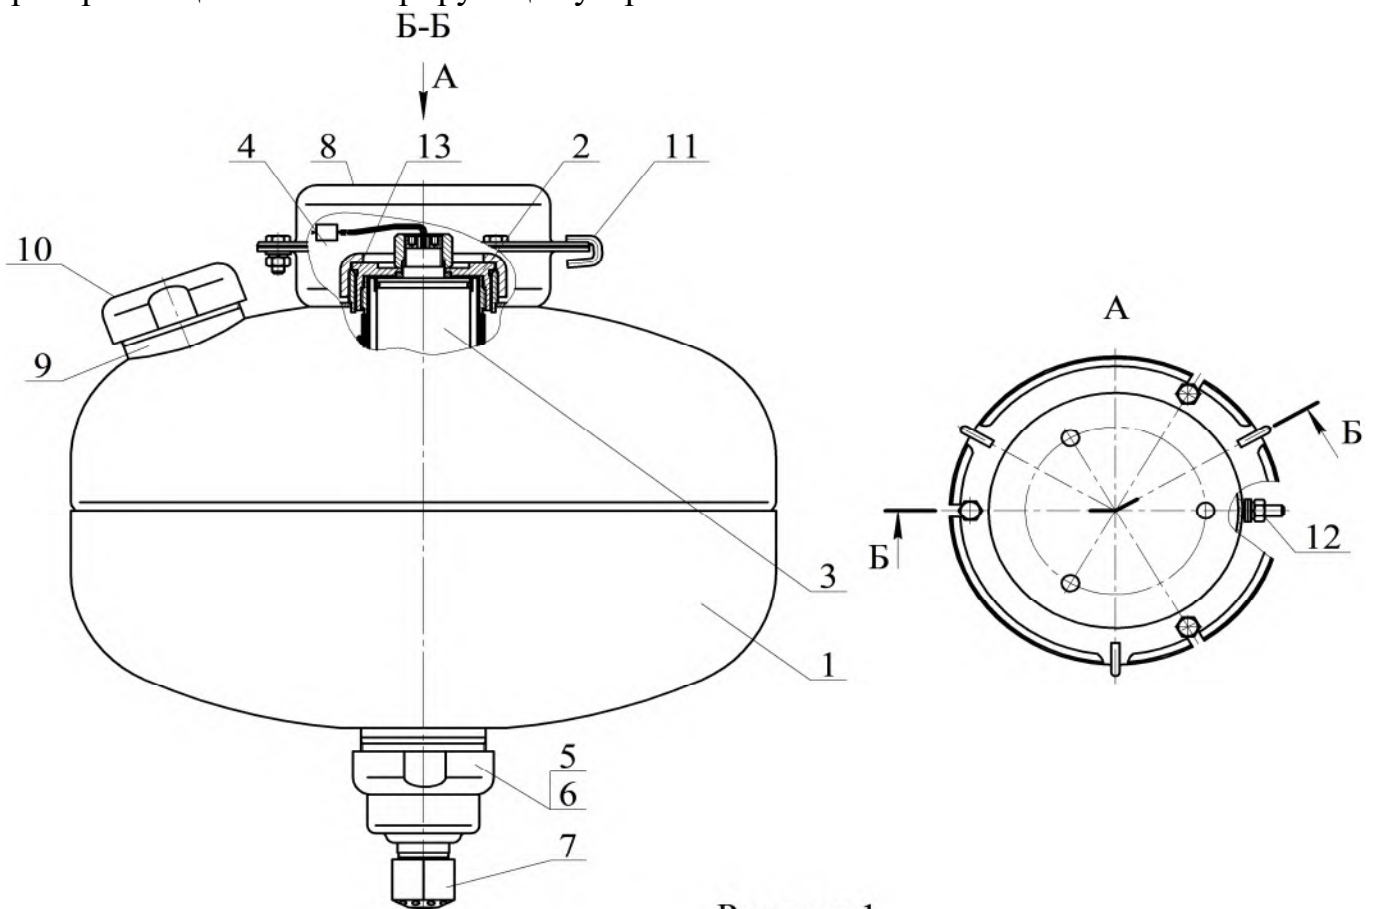

Рисунок 1
4.1.1 МУПТВ (см. рисунок 1) состоит из корпуса 1, заправленного ОТВ, в котором размещено газогенерирующее устройство 2.
После подачи электрического импульса на выводы элемента электропускового 4 (см. рисунок 1) ИХГ 3 генерирует газ, который создает давление внутри корпуса МУПТВ для вскрытия мембраны 5 и выпуска через насадок-распылитель 7 в зону горения тонкораспыленной струи ОТВ.
6.3 Закрепить кронштейн **8** (см. рисунок 1) на потолке. Координаты отверстий в кронштейне приведены на рисунке 6.
6.5.1 Подготовка ОТВ для МУПТВ-13,5-ГЗ-ВД( $t^{\circ}\text{C} = +5_{\text{п}}$ ): залить в отверстие верхней горловины **9** (см. рисунок 1) воды по ГОСТ 6709-72, СанПиН 2.1.4.1074-01 (температура воды должна быть плюс 15...25 $^{\circ}\text{C}$ ) объемом 11,8 $^{+0,2}$  дм $^3$ . Открыть упаковки с жидкими добавками к воде и залить их в отверстие верхней горловины **9**.
Полученный раствор ОТВ залить в отверстие верхней горловины **9** (см. рисунок 1). Для окончательного приготовления ОТВ открыть упаковки с жидкими добавками к воде и залить их в отверстие верхней горловины **9**. Установить в отверстие горловины предохранительный клапан **10**. Сверху закрутить гайку до упора.
6.6 На выпускную горловину гайки **6** (см. рисунок 1) накрутить до упора насадок-распылитель **7**.
7.4 Комплект поставки для перезарядки МУПТВ (см. рисунок 1):